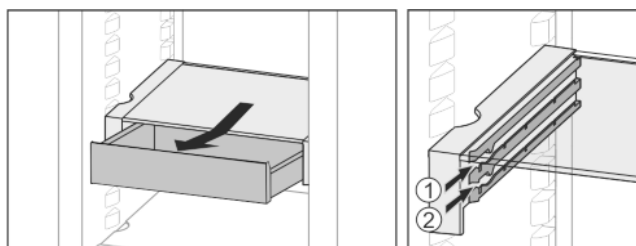

Fig. 20
- Na dowolnej wysokości Fig. 20 (1) lub Fig. 20 (2) wsuwać.